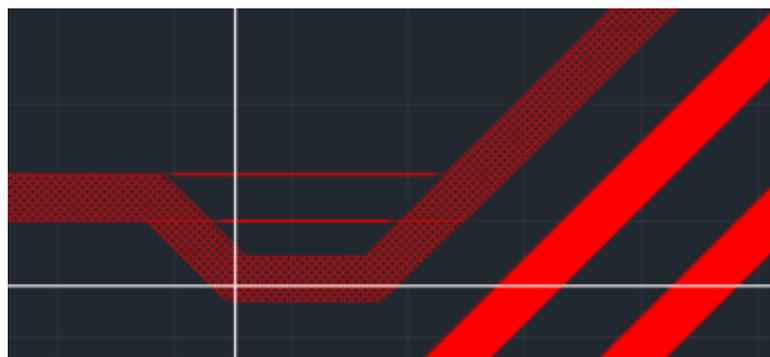

Рис. 13 Сброс ранее заданного скругления
2. Переместите курсор с зажатой кнопкой мыши. Скругление будет сброшено, а геометрия вершины и смежных сегментов трека изменена, Рис. 13.